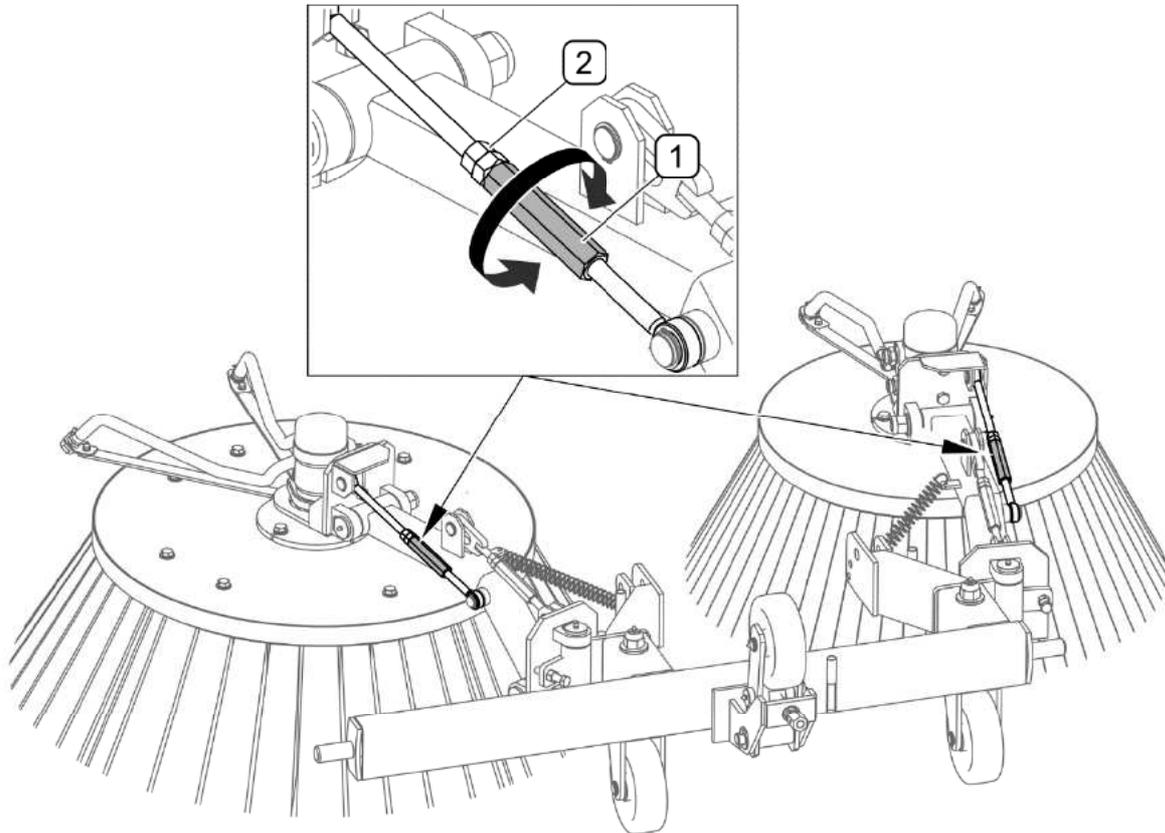

ABB. 5.7 Einstellen der Bürstenarme
- 2) Einstellung der Bürstenarme (ABB. 5.7)
(1) - Spannvorrichtung; (2) - Sicherungsmutter
Die Einstellung der Höhe der Bürstenarme (ABB. 5.7) wird mithilfe der Spannvorrichtung (1) vorgenommen. Vor Beginn der Einstellung müssen die Sicherungsmuttern (2) gelöst werden. Anschließend durch Drehen der Spannvorrichtung (1) die gewünschte Höhe der einzelnen Arme einstellen. Nach dem Einstellen müssen die Sicherungsmuttern (2) festgezogen werden. Die Einstellung wird unabhängig für die rechte und linke Bürste durchgeführt.